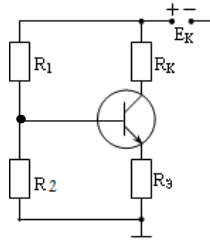

Рис. 3.1
1. В соответствии с таблицей 3.1 произвести расчет соответствующих параметров усилителя (рис.3.1).